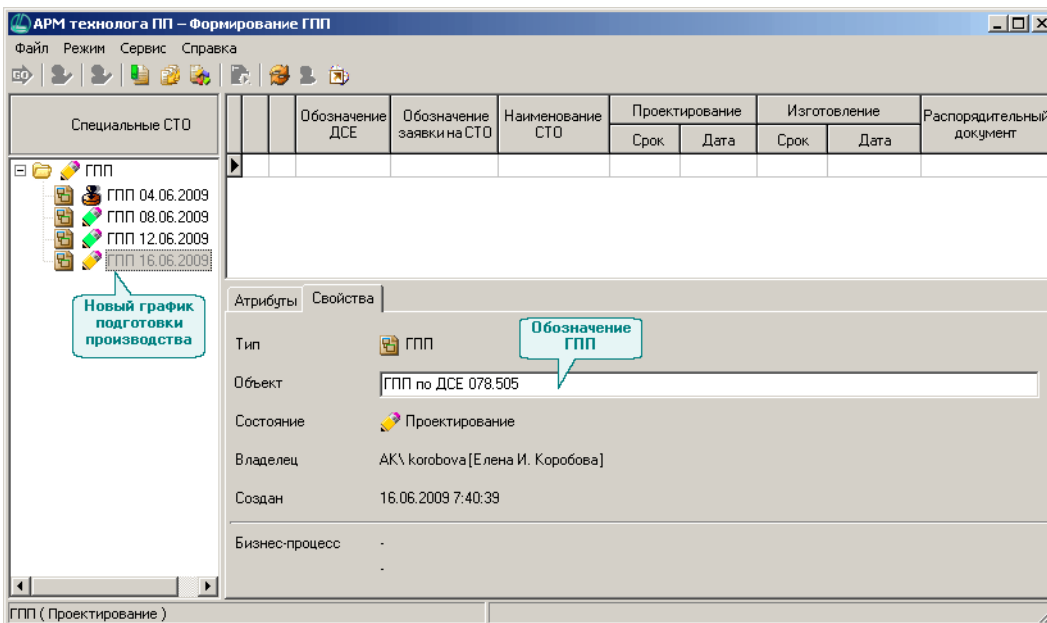

Рис. 1.12.
1. Запустите *АРМ технолога ПП* и вызовите со страницы главного меню **Режим Технолог – Формирование ГПП**. В окне программы (рис. 1.12) вы увидите:
1. Выберите в области **Специальные СТО** нужный график подготовки производства. В таблице будут отображены присоединенные к графику карточки СТО (см. рис. 1.12 на с. 26). Если выбранный объект находится в состоянии *Проектирование*, сроки проектирования и изготовления СТО доступны для изменения.
Чтобы начать согласование графика подготовки производства, выберите его в области **Специальные СТО** и вызовите из контекстного меню команду **Начать согласование ГПП** или нажмите на панели инструментов одноименную команду кнопку (см. рис. 1.12 на с. 26). На экране появится сообщение об успешном запуске бизнес-процесса.